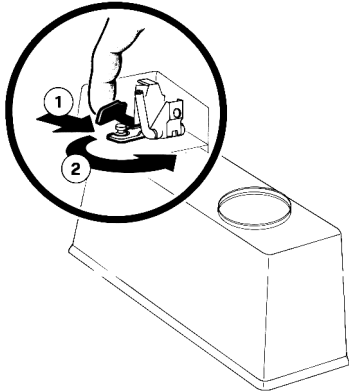

Bild 6
Den Spannhebel des Hahns lösen (1) und gleichzeitig den ganzen Hahnkörper zusammen mit der Hahnhaube nach links (Gegenuhrzeigersinn) bis zum Ausrasten aus dem Getränkebehälter schrauben (2) (Bild 6).
- 3 - Den Behälter vom Dispenser abnehmen und auf den Kopf stellen. Den Spannhebel des Hahns lösen (1) und gleichzeitig den ganzen Hahnkörper zusammen mit der Hahnabdeckung nach links (Gegenuhrzeigersinn) bis zum Ausrasten aus dem Getränkebehälter drehen (2) (Bild 6).
- 1 - Werden die zur Demontage durchgeführten Schritte in umgekehrter Reihenfolge ausführen um die Ventilkörper und Kappe zu montieren (Bild 6).